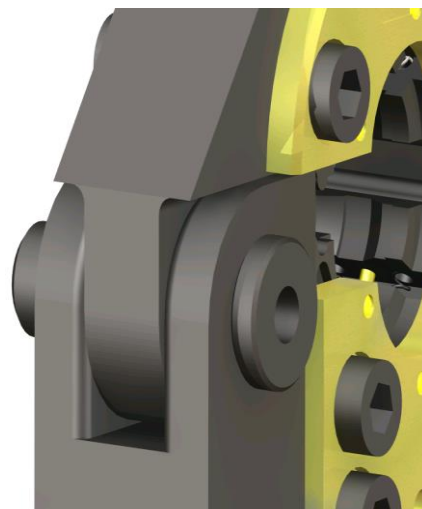

图 3.4 圆柱销
**警告：** 加压前必须确认钳头两圆柱销子完全插入销孔（图 3.4）。